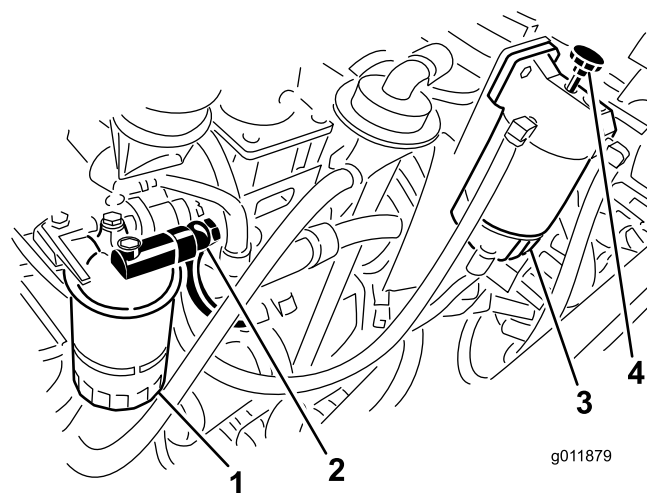

図 64
6. 水セパレータのプライミングポンプを操作して、バンジョーフィッティングから空気の混じらない燃料がでてくるまで燃料をくみ上げる（図 64）。
5. 燃料フィルタハウジングについているバンジョーフィッティングをゆるめる（図 64）。